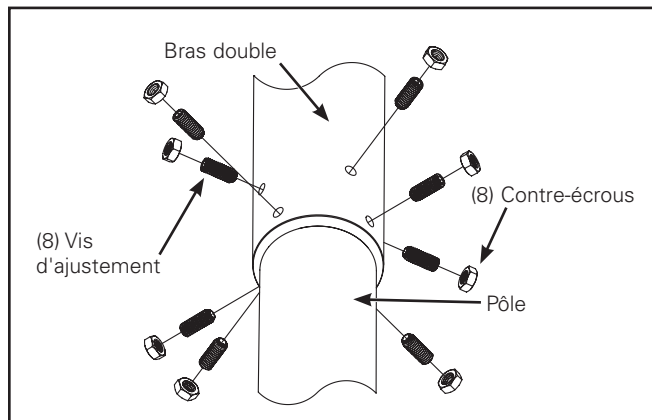

Figure 11.
- Installez huit vis d'ajustement de 1/2-13po x 3,18cm (1-1/4po) pour maintenir le bras au pôle et serrez-les selon un couple de 33,9N-m (300po-lb) (Figure 11.) Installez huit contre-écrous de 1/2-13po sur les vis de fixation et serrez-les selon un couple de 36,72N-m (325po-lb).